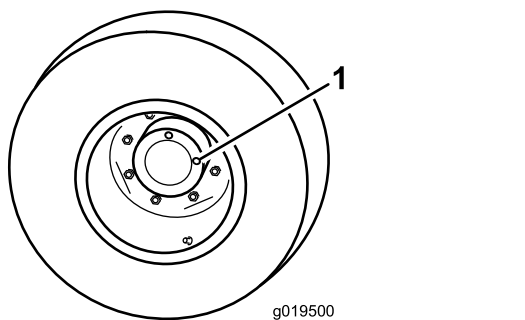

Рисунок 80
1. Припаркуйте машину на ровной горизонтальной поверхности, расположив колесо так, чтобы 1 контрольная пробка находилась в положении «12 часов», а другая в положении «3 часа» (Рисунок 80), включите стояночный тормоз, опустите деки газокосилки, заглушите двигатель и извлеките ключ.
2. Снимите пробку, находящуюся в положении «3 часа» (Рисунок 80).